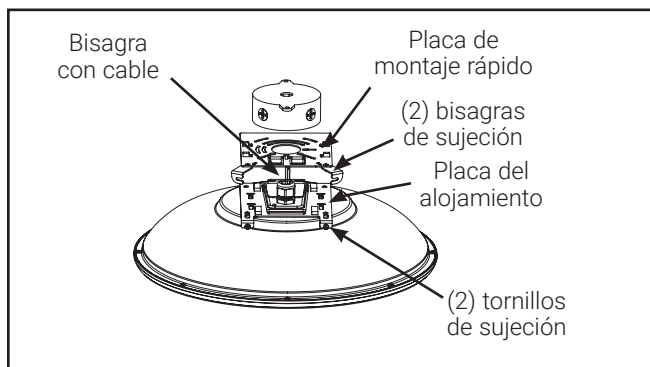

Figure 3
3. Desenganche la placa de montaje rápido de la bisagra con cable (FIG. 3).